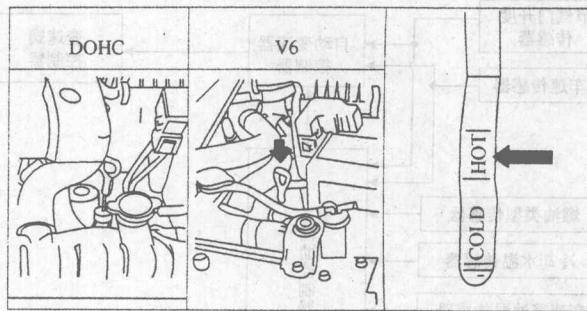

图 1.5 检查自动变速器油油面高度
- (1) 将车辆停放在平地上，并拉紧驻车制动手柄。
- (2) 使发动机急速运转 1min 以上。
- (3) 踩住制动踏板，将换挡手柄从 P 挡拨至 R、D、S、L 挡或二、一挡位置，并在每个挡位上停留几秒钟，使液力变矩器和换挡执行元件中都充满液压油，最后将换挡手柄拨至 P 挡位置。
- (4) 拔下变速器油尺，擦净油尺并安装到原位，如图 1.5 所示。检查油尺油位应在油尺的“HOT”范围内。